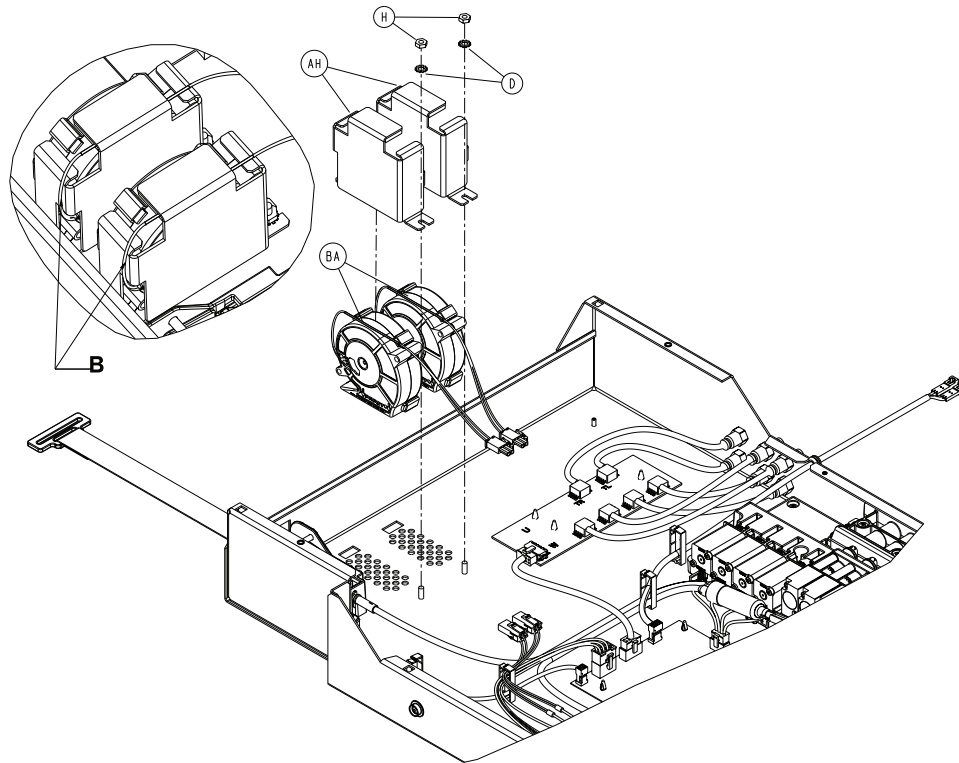

Figure 2-29 : Ventilateur de refroidissement et compartiment
3. A l'aide d'un tournevis à douille 5/16 po., enlever l'écrou (H) fixant le compartiment du ventilateur à la boîte côté pieds. Conserver l'écrou (H) et la rondelle (D) (Figure 2-29 à la page 2-53).
4. Retirer le ventilateur de refroidissement (BA) (Figure 2-29 à la page 2-53) de son compartiment (AH) et l'éliminer.
Remarque : Lors du remontage, acheminer les câbles électriques du ventilateur (BA) par-dessus le ventilateur fourni (B) et sous le matelas en mousse (Figure 2-29 à la page 2-53).